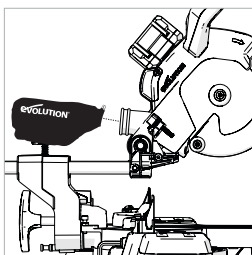

Fig. 50
- Schieben Sie den Staubbeutel über den Entstaubungsanschluss und stellen Sie sicher, dass die Federklemme am Anschluss einrastet und den Staubbeutel in seiner Position sichert. (Abb. 50)